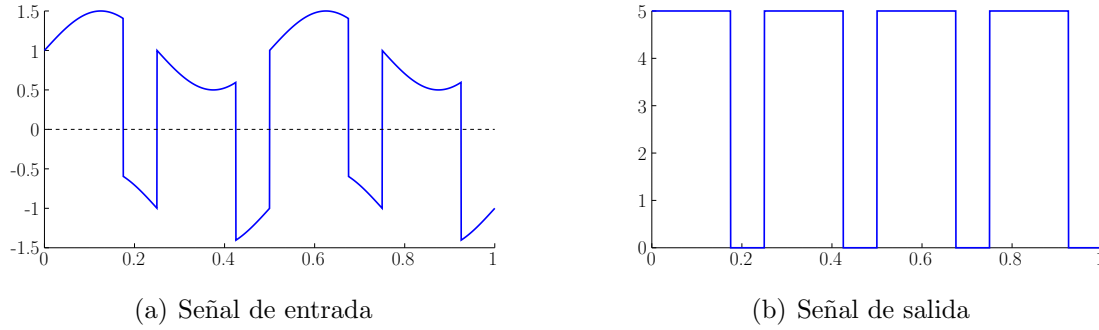

Figura 8: Ejemplo detector cruces por cero.
3. Cuando se estudió las propiedades de la modulación PWM, se hizo énfasis en que la información de la señal transmitida no se encuentra en la amplitud de la señal modulada, sino en sus cruces por cero. Sin embargo, como se mostró previamente, la amplitud de la señal recibida varía con la distancia del transmisor, por lo que si se utilizara directamente esta señal en el circuito demodulador, la amplitud de la señal de demodulada cambiaría si el transmisor se mueve. Para prevenir este problema, se utiliza un circuito detector de cruces por cero, el cual tiene como salida una señal de amplitud constante con la misma información de cruces por cero de la señal de entrada. En la figura 8 se puede ver un gráfico que explica este concepto.